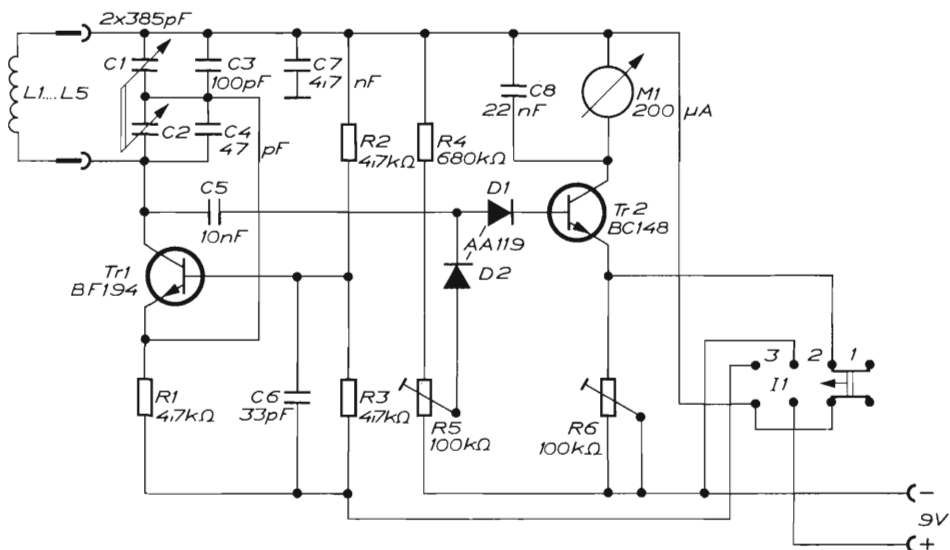

Fig. 1 - Schema elettrico del dip-meter.
**Come funziona il dip-meter** - Nello schema riportato nella fig. 1, L1 indica l'induttanza di una delle cinque bobine, accordabili sulle varie frequenze, e munite di zoccolo con spinotti per l'inserimento nel circuito. Le cinque bobine, inseribili di volta in volta, possono accordarsi entro le seguenti bande di frequenza: